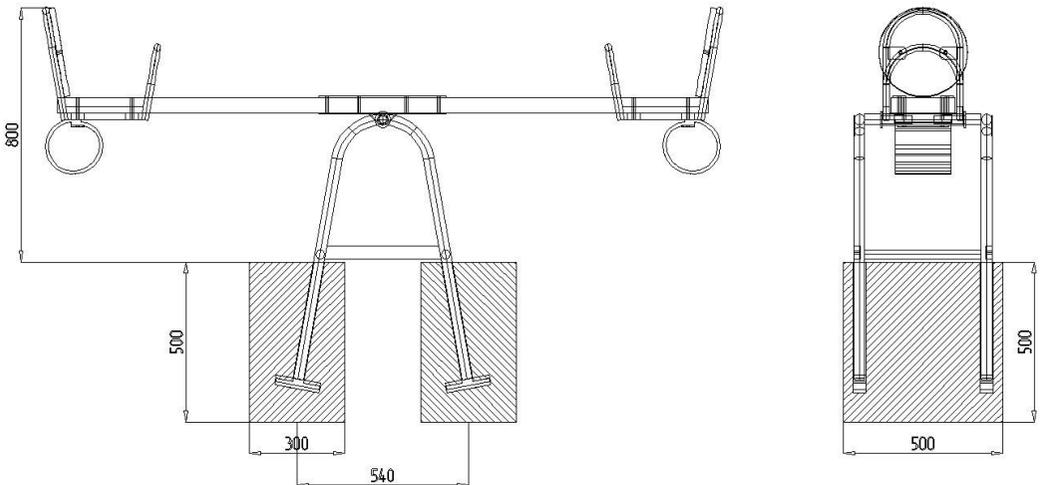

Рис.1. Схема бетонирования
1. Подготовить фундаментные ямы для установки и бетонирования рис. 1. Глубина фундаментных ям – 500 мм.